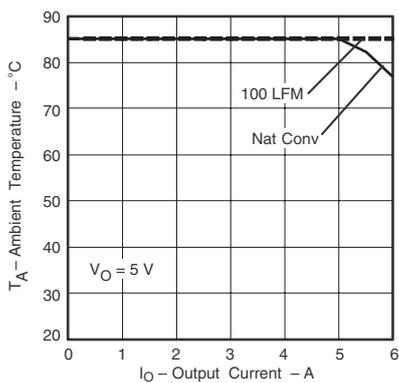
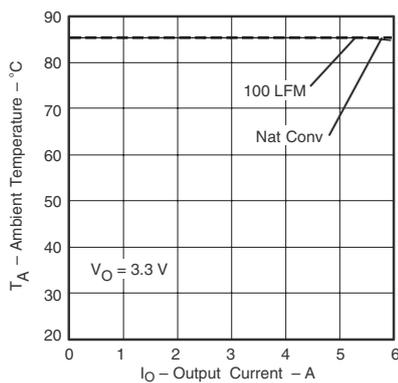

図 4
図 5
(2) 温度ディレーティング曲線は、内部コンポーネントの温度がメーカーの指定した最高動作温度以下になる条件を表します。温度ディレーティング曲線は、内部コンポーネントがメーカーの最大温度以下で動作する条件を表します。このディレーティング制限は、2オンス (56.69グラム) の銅を使用した、 $100\text{mm} \times 100\text{mm}$  の両面基板に直接半田付けされたモジュールに対して適用します。図4および図5に対して適用されます。